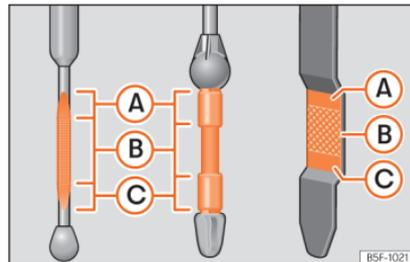

Abb. 230 Ölmesstab
»» **Abb. 230.** Füllen Sie gegebenenfalls Motoröl nach.
- Wenn der Ölstand mindestens den Bereich »» **Abb. 230 (B)** erreicht hat, vorsichtig den Deckel des Einfüllstutzens aufschrauben »» ⓘ.
Liegt der Ölstand über dem Bereich »» **Abb. 230 (A)**, starten Sie den Motor bitte nicht. Dies könnte zu einer Beschädigung des Motors und des Katalysators führen. Wenden Sie sich an einen Fachbetrieb.
Der Ölstand darf keinesfalls über dem Bereich »» **Abb. 230 (A)** stehen, andernfalls könnte Öl über die Entlüftung der Motorölwanne angesaugt werden und über die Abgasanlage in die Atmosphäre gelangen. »»